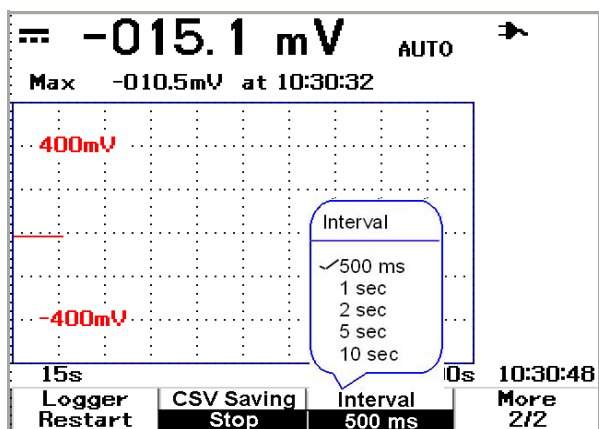

图 5-4 设置间隔时间
- 4 要更改间隔时间设置，请反复按 **F3** 向下滚动列表，并选择适当的值（请参考下面的图 5-4）。